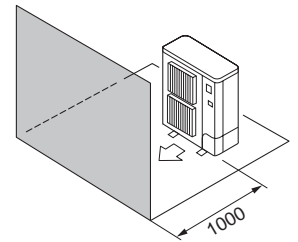

Fig. 2-9
- ④ Hindernisse nur auf der Vorderseite (Fig. 2-9)